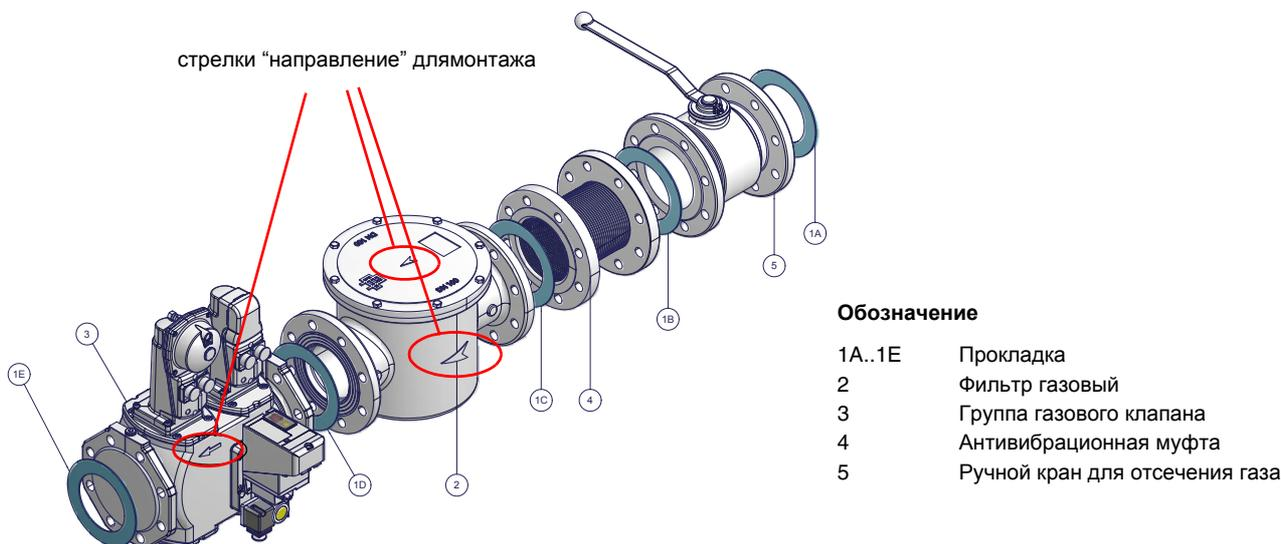

Рис. 6 - Пример газовой рампы
- 1 - б) при фланцевых соединениях: между соседними компонентами устанавливать прокладку (1A..1E - Рис. 6), совместимую с используемым газом,
**ВНИМАНИЕ:** после монтажа газовой рампы согласно схеме на Рис. 6, необходимо провести тестирование на герметичность газового контура, согласно требований действующих нормативов.